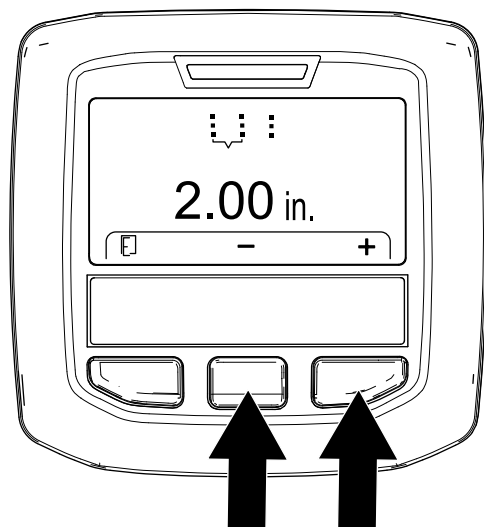

Figura 56
5. Regolate la distanza tra i fori (Figura 56) come segue: